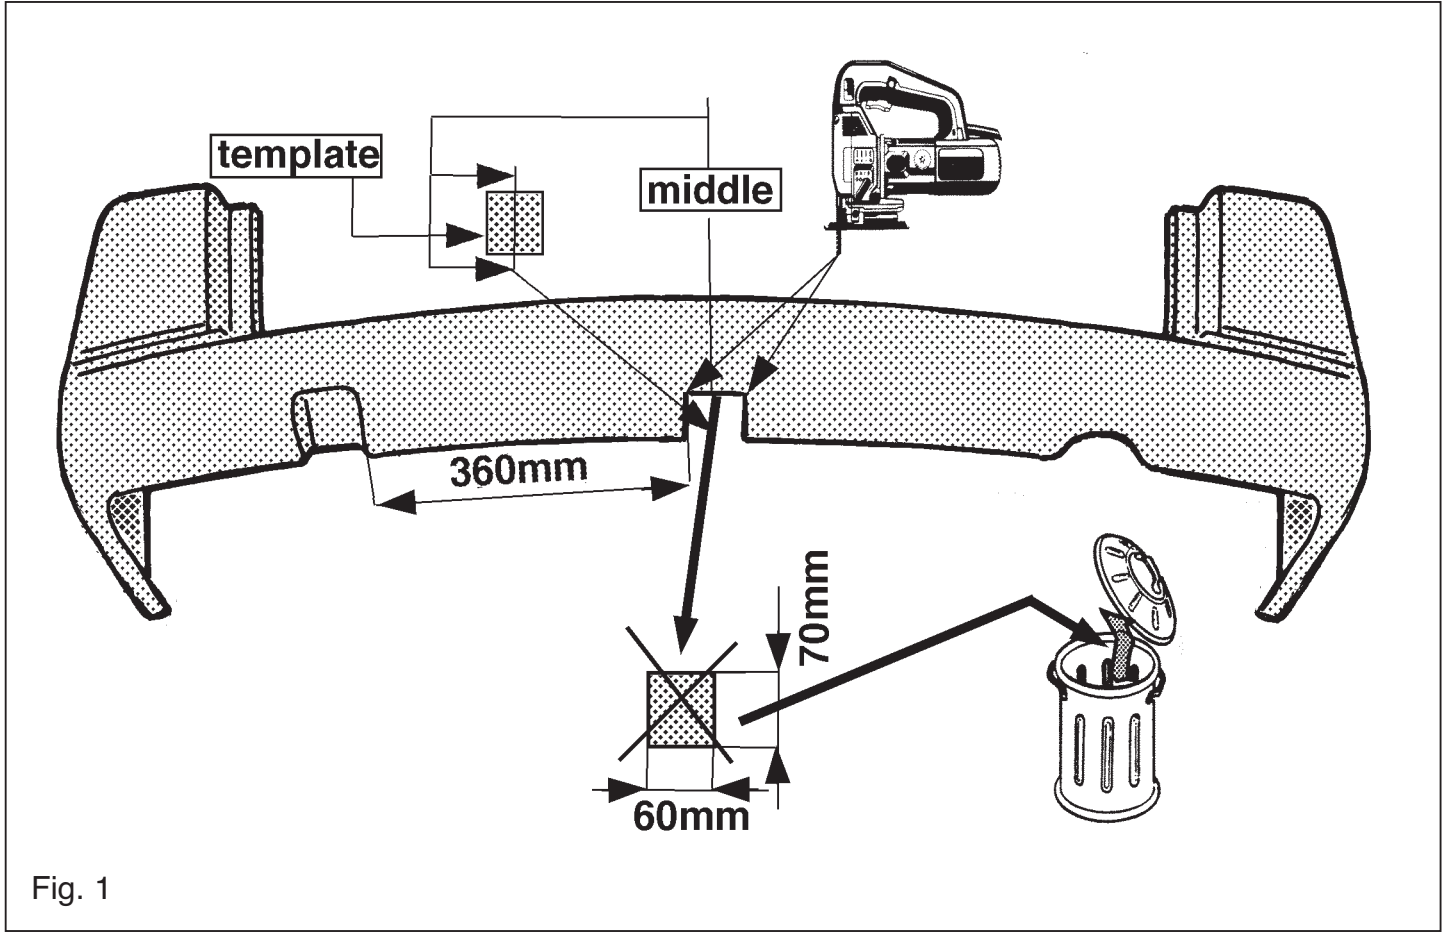

Fig. 1
2. Klip skabelonen ud og placer den på undersiden midt for på kofangeren. Sav det markerede stykke ud ifølge fig. 1.
2. Klipp ut schablonen och lägg den på undersidan i stötfångarens mitt. Såga ut den markerade delen enligt fig. 1.
2. Recortar la plantilla y colocarla en el lado inferior en el centro del parachoques. Serrar y sacar la parte indicada de acuerdo con la fig. 1.
2. Korzystając z szablonu rys.1 przyłożyć na środku zderzaka i wykonać podcięcie.